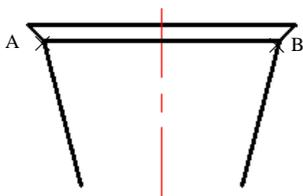

图 17.7.6 绘制直线 3
Step6. 绘制图 17.7.6 所示直线 3。在“图层”面板中，选择“轮廓线”图层；选择下拉菜单 **绘图(D)** → **直线(L)** 命令，选取图 17.2.6 所示的点 A 为直线的第一点，选取点 B 为直线的第二点。